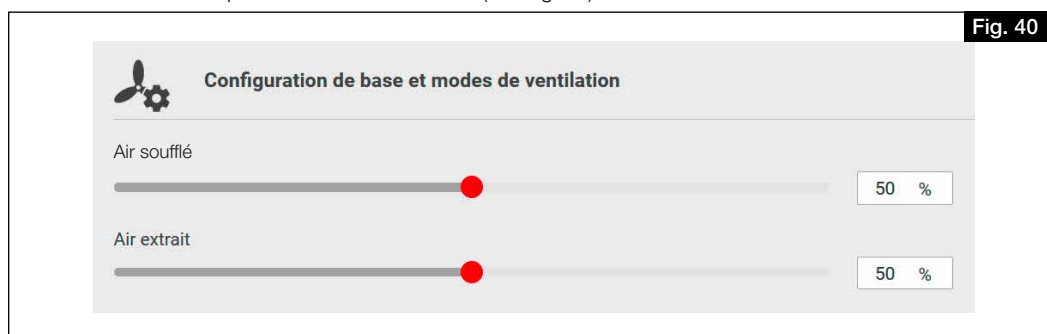

Fig. 40
- Sous « Réglage du ventilateur », entrer les performances du ventilateur pour l'air soufflé et extrait en fonction des valeurs déterminées pour la ventilation nominale (voir Fig. 40).